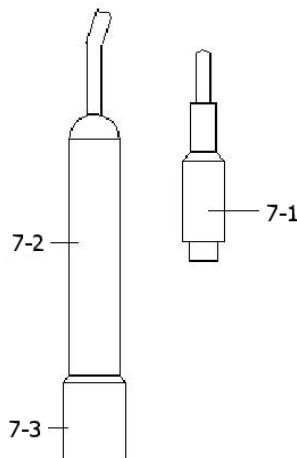

Fig. 4
- 1) Prepare a sonda de condutividade (opcional, CDPB-03), instale o "Plugue da sonda" (7-1, Fig. 4) no conector "CD" (3-15, Fig. 1).
- 3) Segure o "Cabo da sonda" (7-2, Fig. 4) com uma mão e introduza totalmente a "Cabeça do sensor " (7-3, Fig. 4) na solução de medida. Mova a sonda e deixe que a borbulha de ar interna saia da cabeça do sensor.